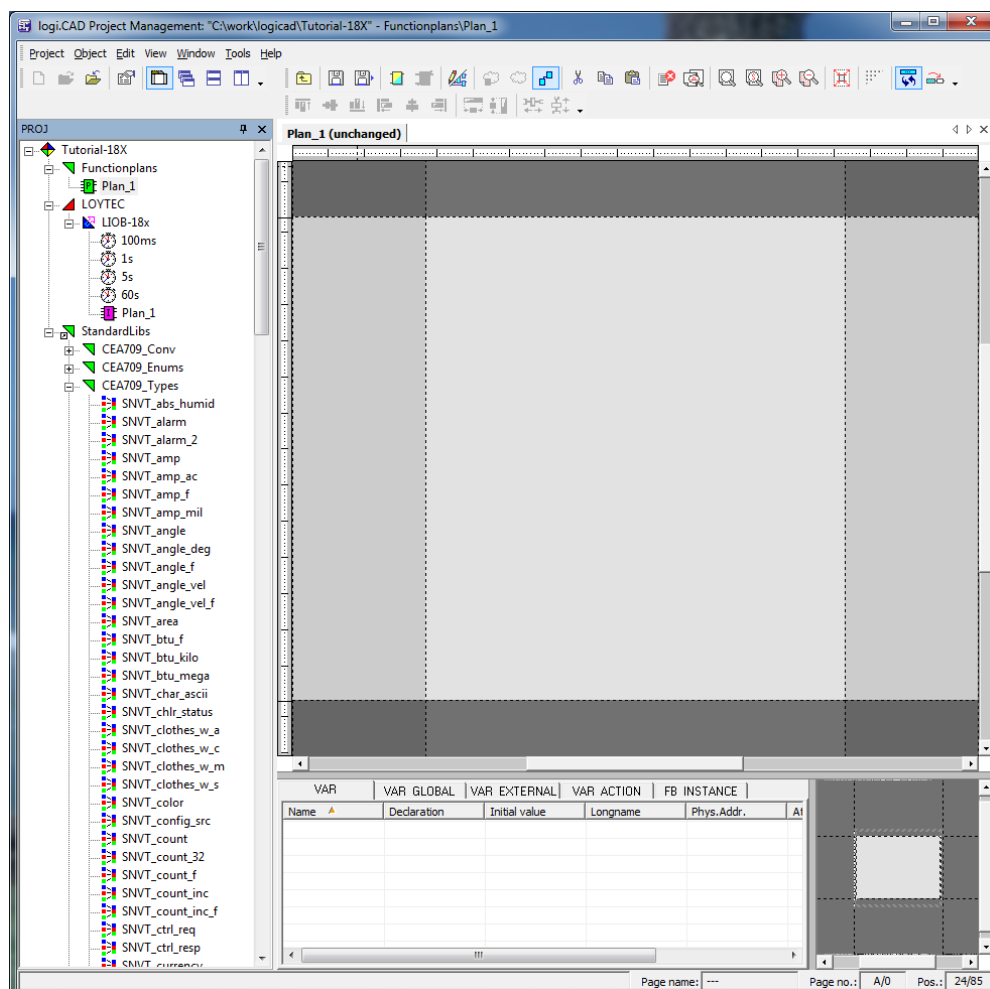

Abbildung 60: Editieren von Plan_1
7. Expandieren Sie wie in Abbildung 60 gezeigt das Bauelement **Functionplans**. Durch einen Doppelklick auf **Plan_1** beginnen Sie den Plan zu editieren.